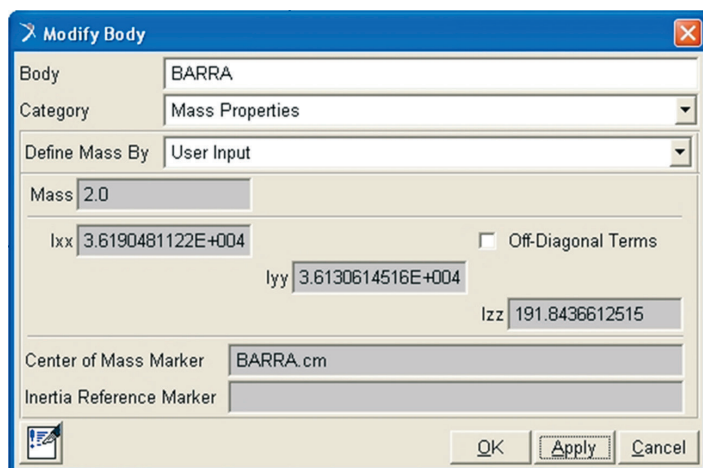

Figura 2.6 – Tela correspondente à atribuição de massa ao modelo virtual.
- Na aba *Category* escolha a opção *Mass Properties* e na aba *Define Mass By* escolha *User Input*. Repare que para ter acesso a estas opções, deve-se ativar as barras de rolagem ao lado de cada uma das abas. A Figura 2.6 ilustra este passo. Note que a unidade considerada foi o “kg”, por isso o valor 2.0.
- Selecione *PART:BARRA* e clique em *Modify*. Será aberta a tela auxiliar correspondente a essa opção, Figura 2.6. Coloque a aba *Category* em *Mass Properties* e a aba *Define Mass By* em *User Input*.